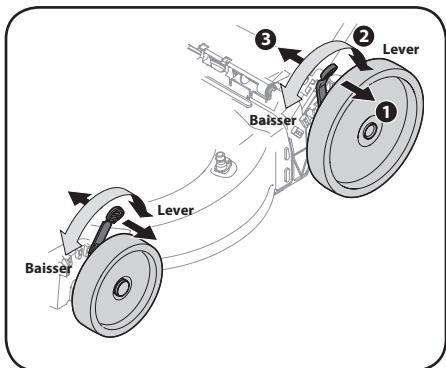

Figure 2-13
- Déplacez le levier de réglage de la hauteur de coupe vers la roue (la tondeuse risque de basculer lors-que vous déplacez le levier de réglage). Voir Figure 2-13.
- Placez la manette à la position désirée pour changer la hauteur de coupe. Voir les Figures 2-13.